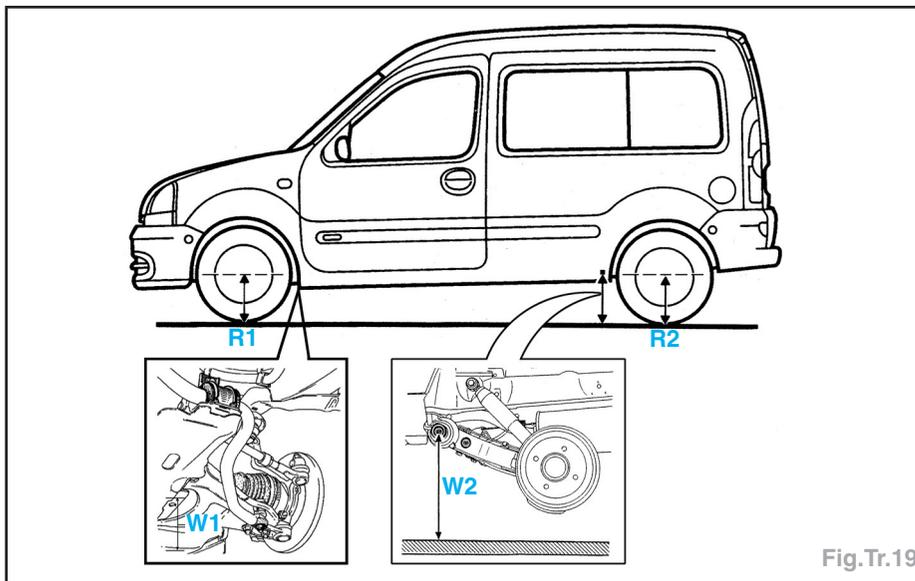

Fig.Tr.19
- Mesurer les cotes **R2** et **W2** et effectuer l'opération **R2 - W2** qui doit donner la valeur de $-57,5 \pm 7,5 \text{ mm}$ (Fig.Tr.19).